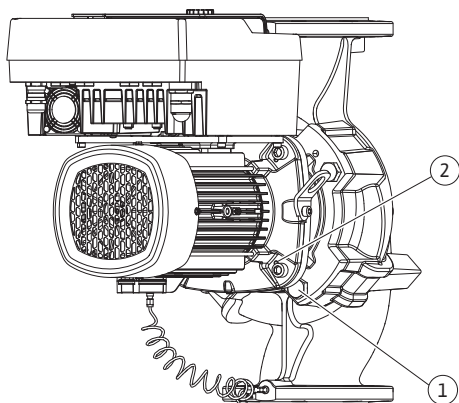

Fig. 104: Éjection du kit embrochable par les trous taraudés (DN 100 ... DN 125)
22. En enlevant les vis (Fig. II, pos. 10), le capteur de pression différentielle se détache également de la bride du moteur. Laisser le capteur de pression différentielle (Fig. I, pos. 8) suspendu avec la tôle de support (Fig. I, pos. 13) au niveau des lignes de mesure de pression (Fig. I, pos. 7). Débrancher le câble de raccordement du capteur de pression différentielle dans le module électronique.
23. Retirer le kit embrochable du corps de pompe. Pour ce faire, utiliser les deux trous taraudés (voir Fig. 104, pos. 1).
31. Retirer le kit embrochable (voir chapitre « Description de la pompe ») du corps de pompe en desserrant les écrous à bride (Fig. I/III, pos. 29).
32. En enlevant les vis (Fig. I/III, pos. 29), le capteur de pression différentielle se détache également de la bride du moteur. Laisser le capteur de pression différentielle (Fig. I, pos. 8) suspendu avec la tôle de support (Fig. I, pos. 13) au niveau des lignes de mesure de pression (Fig. I, pos. 7). Débrancher le câble de raccordement du CPD dans le module électronique ou le détacher au niveau de la connexion enfichable et le retirer.
33. Utiliser les deux trous taraudés adjacents (Fig. 104, pos. 1) ainsi que les vis appropriées fournies par le client (p. ex. M10 x 25 mm) pour éjecter le kit embrochable du corps de pompe.
34. Engager une clé plate (de 32 mm) dans le regard de la lanterne (Fig. III, pos. 38) et maintenir l'arbre au niveau des méplats. Desserrer l'écrou de blocage de roue (Fig. III, pos. 22). Retirer les rondelles situées en dessous (Fig. III, pos. 23) et retirer la roue (Fig. III, pos. 21) de l'arbre de pompe. Démonter la clavette (Fig. III, pos. 37).
35. Retirer la garniture mécanique (Fig. III, pos. 25) et la bague entretoise (Fig. III, pos. 20).
36. Enlever le grain fixe (Fig. III, pos. 26) de la garniture mécanique du logement de la lanterne.